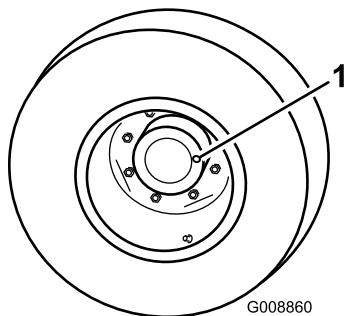

Figura 66
1. Con la macchina parcheggiata su una superficie pianeggiante, posizionate la ruota in modo che il tappo di controllo/riempimento (Figura 66) si trovi nella posizione ore tre o nove.
2. Togliete il tappo dal ruotismo planetario (Figura 66). L'olio deve raggiungere la base del foro di controllo sul lato posteriore del freno.